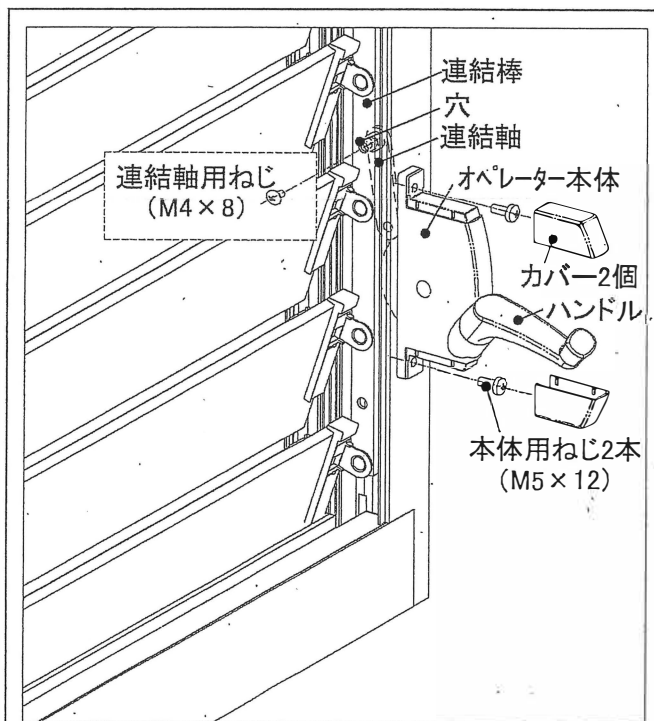

図1
- ①オペレーター本体からカバー2個を取り外してください。(図1)
- ②ガラスルーバーが閉じた状態で、連結軸のねじを取り外し、オペレーター本体の取り付けねじ2本を緩めます。(図1)
- ③ねじを取り外したら、オペレーター本体をサッシから外してください※。
- ③オペレーターの連結軸とサッシの連結棒を下記の手順で連結し、本体を取り付けてください(図1)。
- ④カバー2個をオペレーター本体に取り付けてください。(図1)